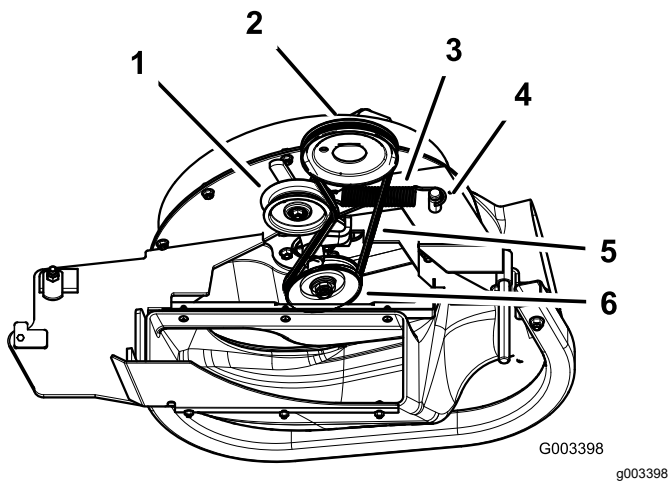

Figure 43
3. Tirez sur la poulie de tension rappelée par ressort pour détendre la courroie (Figure 43).
5. Montez la nouvelle courroie autour des poulies du ventilateur et de la poulie du plateau de coupe (Figure 43).
7. Tirez en arrière la poulie de tension rappelée par ressort et chaussez la courroie dessus (Figure 43).